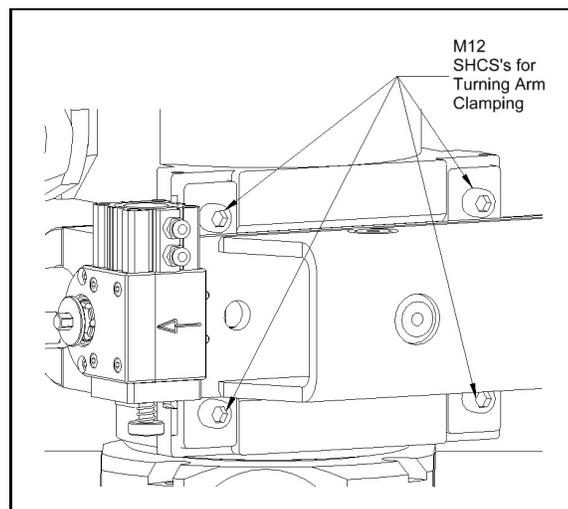

FIGURA 3-26. UBICACIÓN DE LAS ABRAZADERAS DE FIJACIÓN
7. Afloje los tornillos de sujeción de la placa de centrado y ajuste el centro de la máquina mediante los cuatro tornillos de sujeción según sea necesario (Figura 3-26).
8. Apriete los tres tornillos de sujeción de la placa de centrado (Figura 3-26).